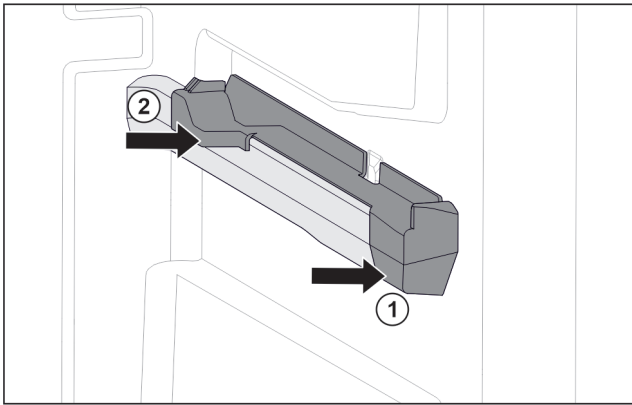

Fig. 104 Pieza de acoplamiento en la nervadura para recipientes derecha
- ▶ Coloque la pieza de acoplamiento delante en la nervadura para recipientes. Fig. 104 (1)
- ▶ Presione la pieza de acoplamiento por detrás. Fig. 104 (2)